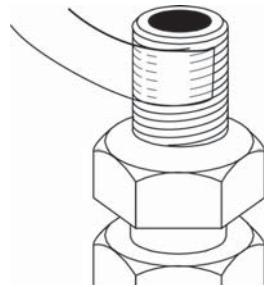

Figure 3
3. Enrouler une longueur de ruban de PTFE de 7,62 cm (3 po) de gauche à droite autour du filetage mâle des raccordements. Bien resserrer afin qu'il épouse le filetage du raccordement et recouvre environ 1,3 cm (1/2 po). (Figure 3)